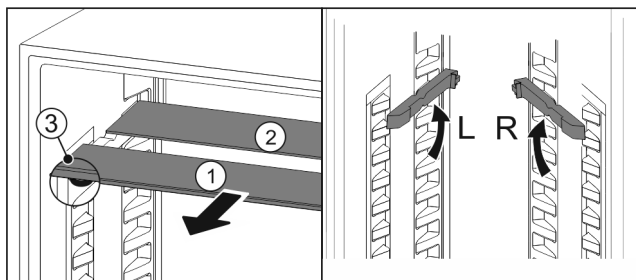

Fig. 90
- Sortir les tablettes par l'avant Fig. 90 (1).
- La tablette en verre Fig. 90 (1) avec bordure décorative est située à l'avant.
- Les butées Fig. 90 (3) sont orientées vers le bas.